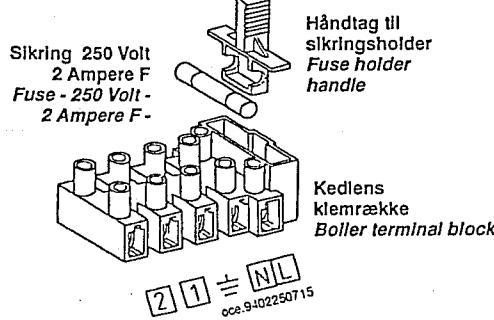

Fig. 10. Udskift sikringen ved at trække ud i håndtaget.
- sikringen, der er indbygget ved siden af klemrækken med tilslutningskablerne, kan nemt udskiftes eller kontrolleres ved at trække ud i håndtaget til sikringsholderen (fig. 10);
- the fuse is situated next to the terminal block with the connecting cables and is easily accessible. To check or replace the fuse, lift the fuse holder handle (fig. 10);